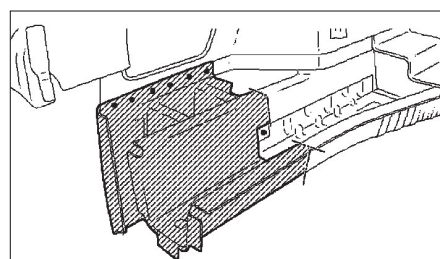

FIG. 133
- Découper et déposer par perçage le longeron de cadre arrière : l = 200 mm (fig. 133).